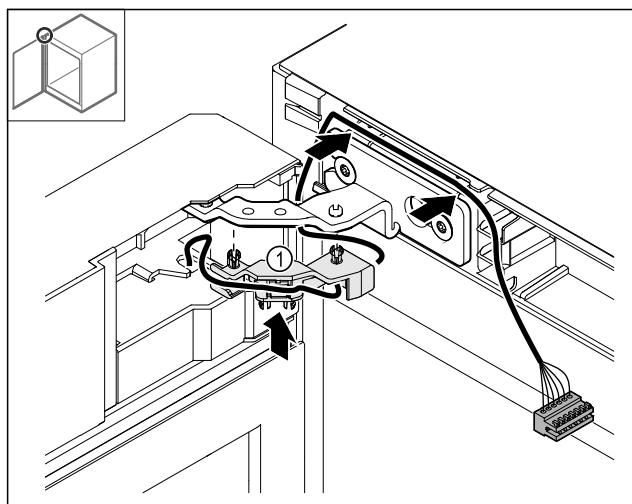

Fig. 48
- ▶ Tryck in kabelhållaren Fig. 48 (1) i gångjärnet.